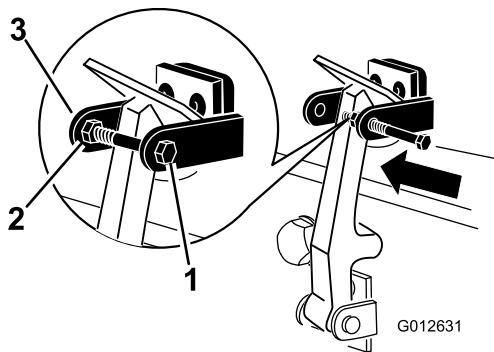

図 6
8. フードラッチブラケットのもう一つのアームにボルトを差し込んでラッチをロックする **図6**。ボルトをしっかりと締め付けるが、ナットは締め付けない。